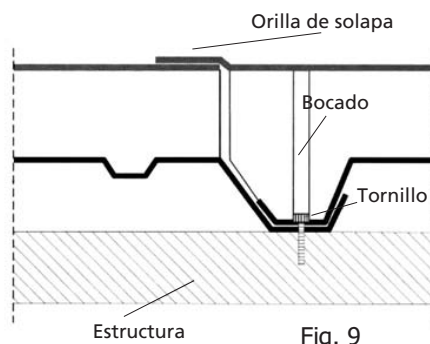

Fig. 9
6. Verificar la realización de la sobreposición controlando que las superficies externas de los dos paneles contiguos se encuentren en contacto y niveladas (fig. 9).